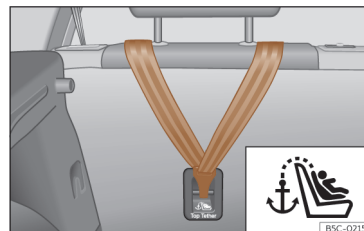
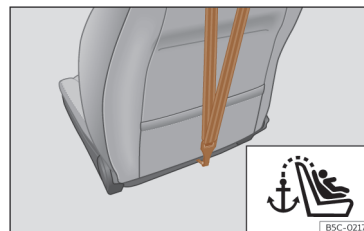

Fig. 46 Parte posterior dos bancos traseiros: fixação para o cinto Top Tether.
Fig. 47 Parte posterior do encosto do banco do passageiro: fixação para o cinto Top Tether (não está disponível em todos os mercados).
- Deslize a correia e fixe-a corretamente na fixação da parte posterior do encosto >>> Fig. 46, >>> Fig. 47.